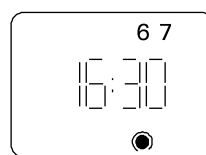

Рисунок 9
- нажмите кнопку [day] для выбора дня недели, после чего каменка должна включиться. (Рис. 9)